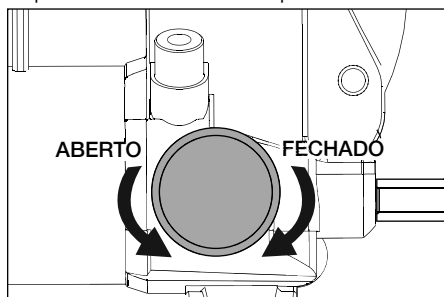

Figura 8, Válvula de Alívio (todas exceto P-84)
1. Feche a válvula de alívio, girando-a no sentido horário até sua parada. Ver Figura 8.